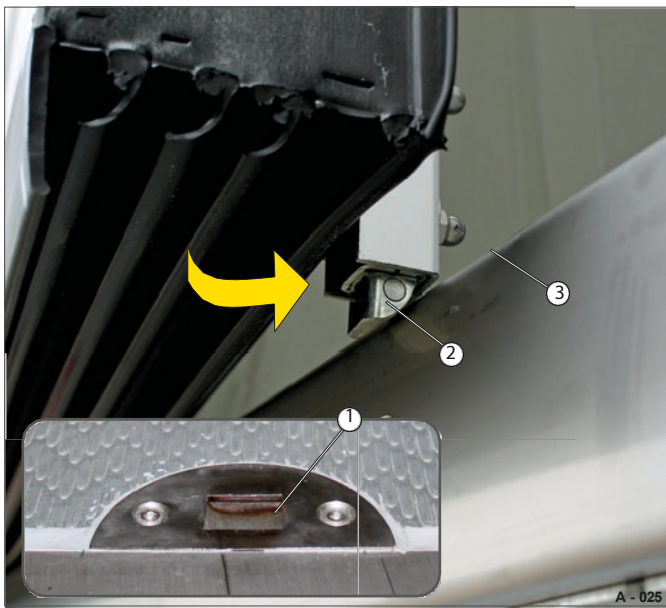

Fig. 25 Lukning af dørblad (venstre)
- Kontrollér, at der ikke er urenheder i den nederste fældelomme (fig. 25/1).
Den øverste/nederste lås (Fig. 25/2) trækkes automatisk tilbage og klikker fast i låselommer.